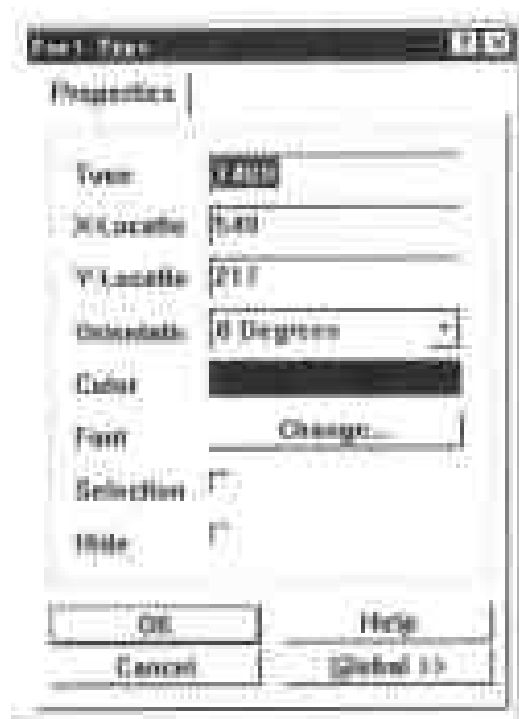

图 2-61 对象编辑对话框
(2) Filter: 用于筛选元件的显示信息, 这项支持通配符, 同元件库管理中的 Filter 设置项相类似。
(3) 信息显示区: 在 Filter 设置项的下方, 用于显示在电路图信息类型选择项里所选择的信息。
(4) All in Hierarchical: 用于设置是否显示所有的层次式设计信息。
(5) Partial Info: 用于设置是否显示电路图的部分有关信息。
(6) Text 按钮: 用于编辑元件信息显示区内所选定对象的文本信息, 对于元件而言, 编辑的是元件的序号。
(7) Jump 按钮: 单击此按钮, 光标将快速跳转到信息显示区内选定的对象上, 信息显示区内所选定的对象出现在编辑区中央, 并且对象周围出现虚框。
(8) Edit 按钮: 用于编辑信息显示区内所选定的对象, 单击此按钮会弹出如图 2-61 所示的对象编辑对话框, 也可在选定对象上用鼠标左键双击, 打开对话框。